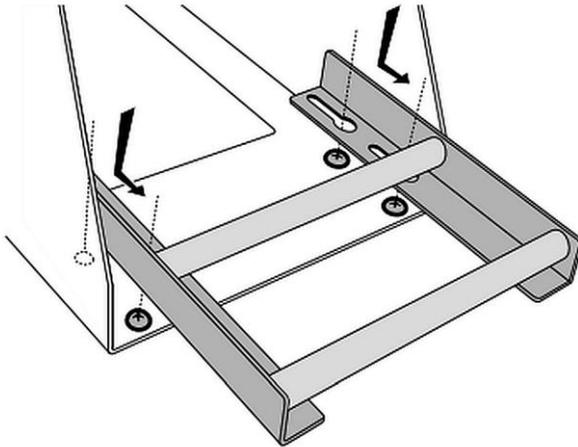

Fig. 3
3. En maintenant les éléments ensemble, les placer sur les 4 têtes de vis (fig. 3).